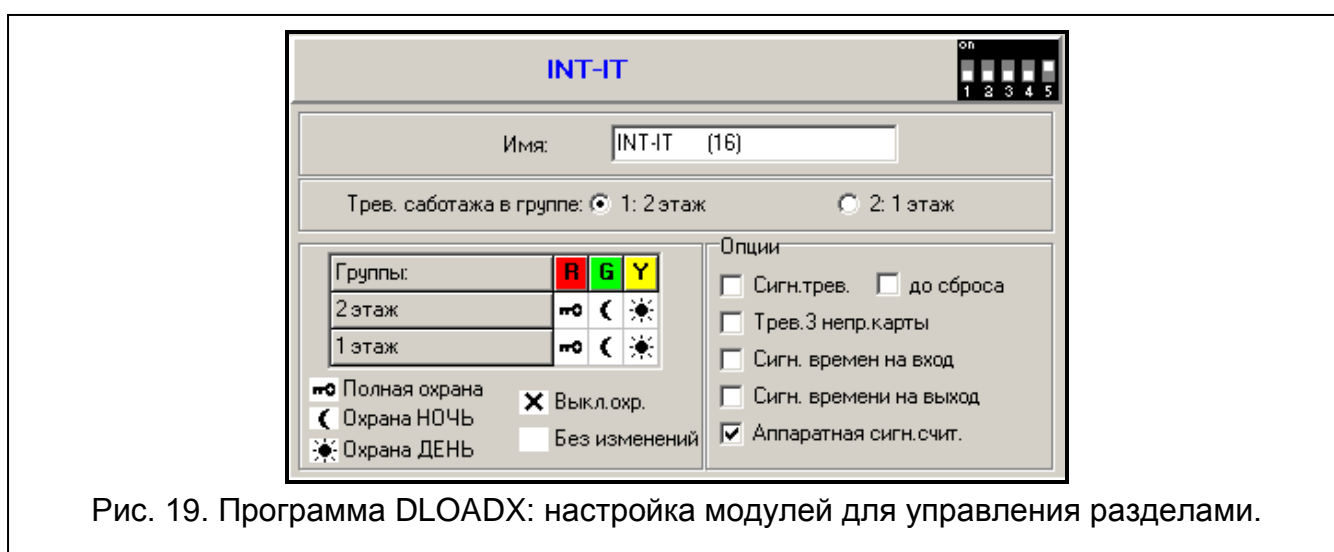

Рис. 19. Программа DLOADX: настройка модулей для управления разделами.
- программы DLOADX: окно «Versa – Таймеры» (рис. 19).